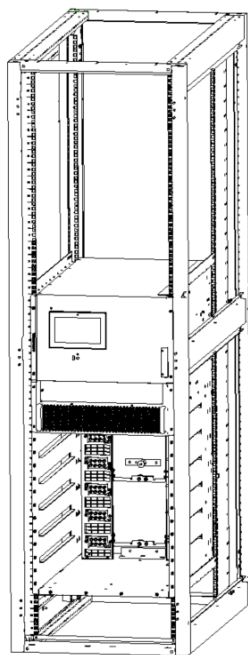

Рисунок 3-8. Схема монтажа
3. 2-слотовый, 4-слотовый и 6-слотовый ИБП вставляют непосредственно в серверный шкаф, поместив на направляющие рейки, и фиксируют винтами модуля байпаса и панели переключателя ручного байпаса, как показано на рис. 3-8.